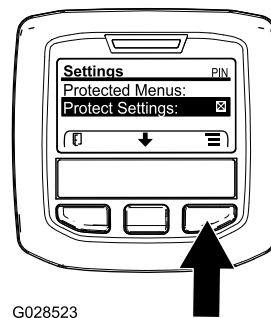

Figura 25
1. A partir do menu PRINCIPAL, utilize o botão central para ir até ao menu de DEFINIÇÕES e prima o botão direito (Figura 25).